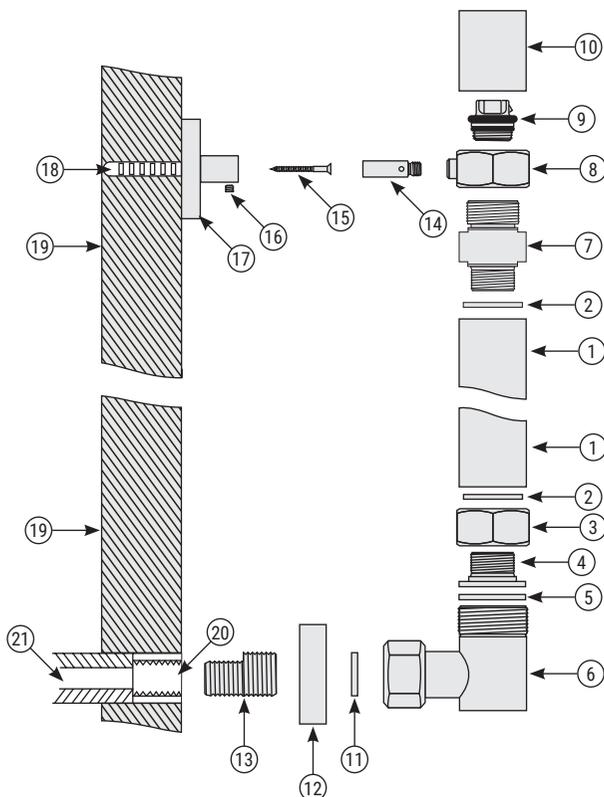

Рис.1
5.1. Сборку и установку изделия производить согласно схеме (рис. 1).
5.2. Для герметизации резьбовых соединений производитель комплектует изделие прокладками собственного изготовления (п. 3.9, п. 3.10, п. 3.11 и рис. 1).
5.3. Со стороны резьбы эксцентрика G 1/2" (рис. 1 «13») использовать материалы для герметизации резьбовых соединений.